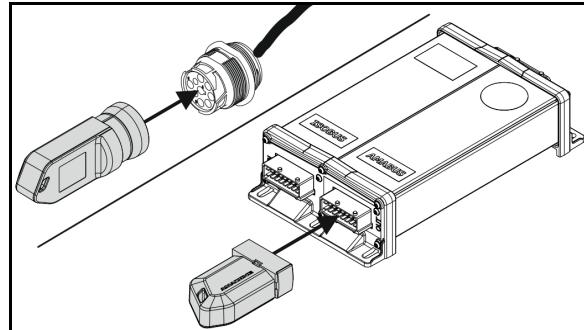

Рис. 30
5. Поворотное переднее колесо с тормозом (Рис. 30/1)
- о установите и застопорите пружинным фиксатором (Рис. 30/2) или
6. Неподвижное заднее колесо с тормозом (Рис. 30)
- о установите и застопорите пружинным зажимом в самом нижнем отверстии для фиксации (Рис. 30/1), или
При монтаже неподвижного колеса обратите внимание на то, чтобы палец (Рис. 30/4) вошел в отверстие рамы и, тем самым, удерживал колесо в продольном направлении.